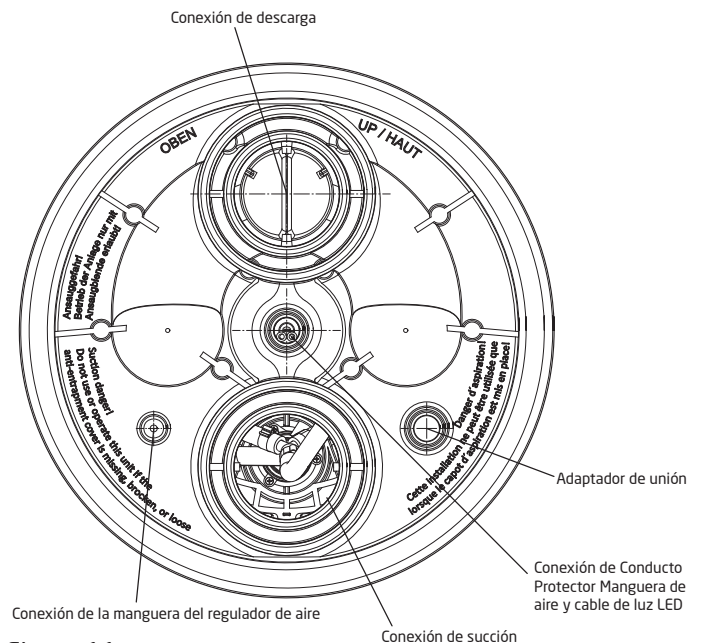

Figura 11
2. Instale el conducto protector (ver la figura 11 en la página 44 y la figura 20 en la página 47):
3. Instale la carcasa del regulador de aire (ver figura 11 en la página 44 y figura 20 en la página 47):
PRECAUCIÓN: Colocar el conector de descarga directamente **ARRIBA** de la conexión de succión. Los conectores de succión y descarga deben ser exactamente verticales o de lo contrario los mangos de acero inoxidable no se alinearán correctamente. (Ver Figura 11)